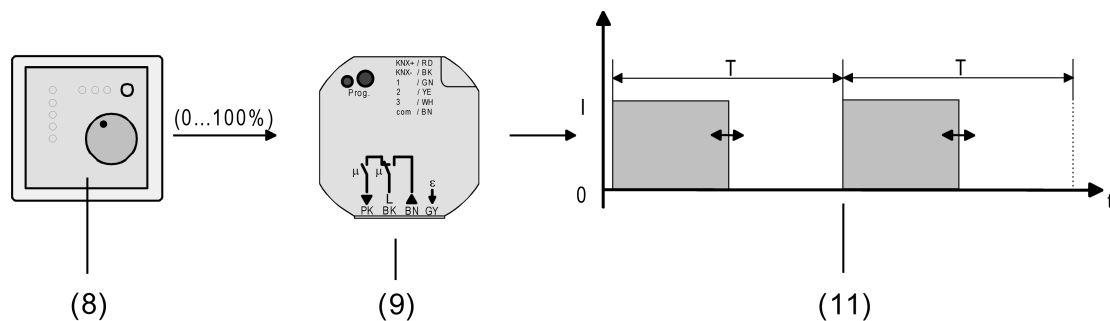

Bild 33: Stellgrößenprinzip bei stetiger Stellgröße
(8) Raumtemperaturregler (RTR) (Stellgröße "1 Bit")
(9) Kombiaktor
(10) Schaltendes Ausgangssignal für Ventilantriebe
Das über das 1 Byte Objekt "Stellgröße" empfangene Werttelegramm wird im Normalbetrieb durch das Gerät in ein äquivalentes pulswidenmoduliertes Schaltsignal an den Ventilausgängen umgesetzt (Bild 33). Der aus dieser Modulation resultierende Mittelwert des Ausgangssignals ist unter Berücksichtigung der im Gerät einstellbaren Zykluszeit (T) ein Maß für die gemittelte Ventilstellung des Stellventils und somit eine Referenz für die eingestellte Raumtemperatur (siehe "Pulsweitenmodulation bei stetigen Stellgrößen und stetigen Soll-Ventilpositionen").